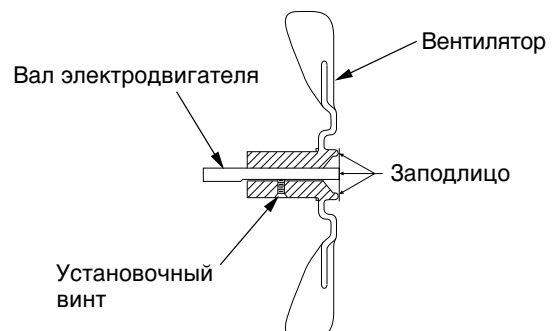

Рис. 28. Поперечный разрез вентилятора
6. Наденьте вентилятор на вал электродвигателя. Установите втулку вентилятора заподлицо с торцом вала электродвигателя (см. рис. 28).